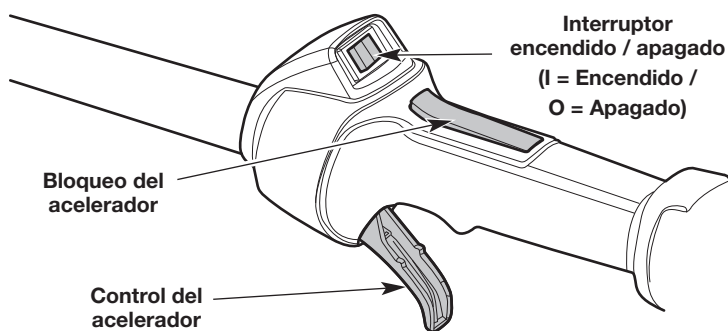

Fig. 10
NOTA: No es necesario encender la unidad. El interruptor de encendido/apagado está en la posición **Encendido (I)** en todo momento (Fig. 10).
NOTA: NO apriete el control del acelerador (Fig. 10) hasta el paso 6.
6. Oprima y mantenga apretado el bloqueo del acelerador (Fig. 10). Apriete el control del acelerador según sea necesario para el funcionamiento (Fig. 10).
2. Oprima y no suelte el interruptor de control de Encendido y Apagado en la posición **Apagado (O)** hasta que el motor se detenga por completo (Fig. 10).